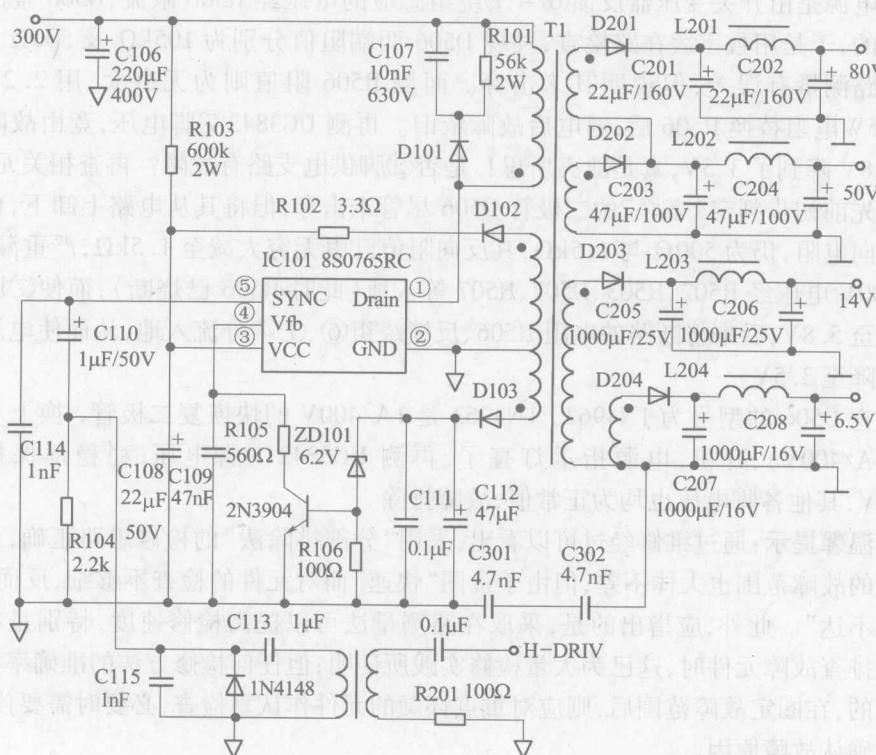

图1-5 方正FH786-KD 17英寸纯平彩色显示器电源相关电路图
分析检修:从故障现象看,应是彩色显示器电源故障,开盖检查,发现该机电源采用的是一块5脚塑封的集成电路8S0765RC(见图1-5)。本着先易后难的检修原则,先测300V整流滤波输出端电压,正常,检查8S0765RC电源启动电路,正常,启动电源后③脚电压在12V~14V之间跳变,表明电源已经起振。④脚有2V~4V